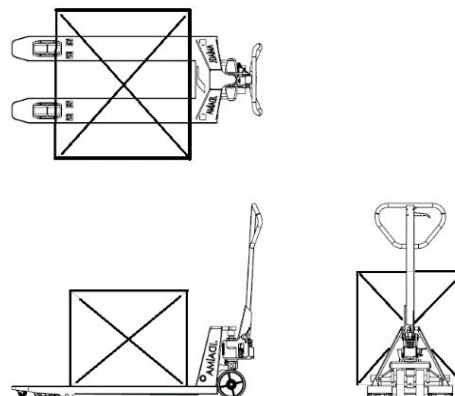

Figure 6
- La bonne méthode de chargement du transpalette est illustrée dans la figure 6.
- ▶ La méthode de chargement idéale (voir Figure 6) est lorsque le centre de gravité de la charge est situé au milieu des fourches du transpalette. Si le centre de gravité de la charge n'est pas au milieu des fourches, le poids nominal doit être réduit.